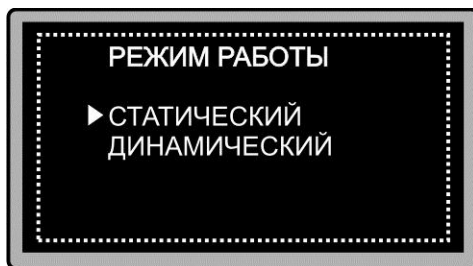

Рис. 6.2 Выбор режима работы дефектоскопа
6.1.2.1 Для выбора статического или динамического режима работы (рис. 6.2) кнопками "↑", "↓" установить курсор на соответствующую строку и нажать кнопку "↵".